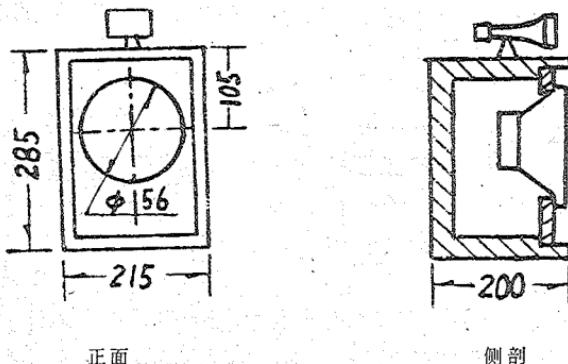

图 6 水磨石制音箱
3. 水磨石塑制音箱构造: 自制密闭复合式音箱, 混凝土结构。尺寸如图6。